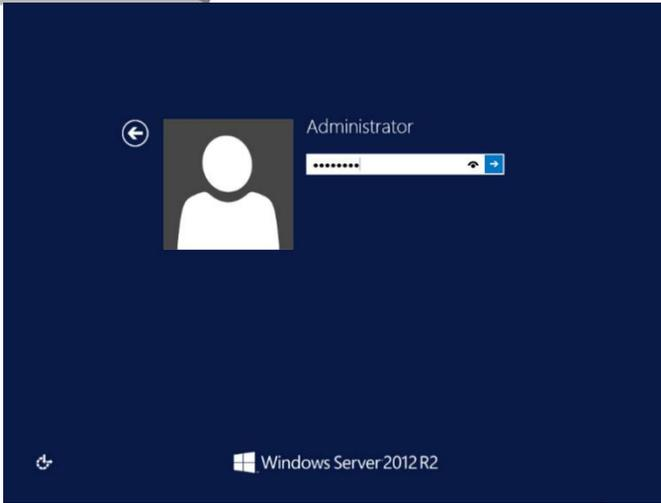

图 6-17
- r. 进入密码验证界面, 输入之前设置的密码, 如图 6-17 所示。